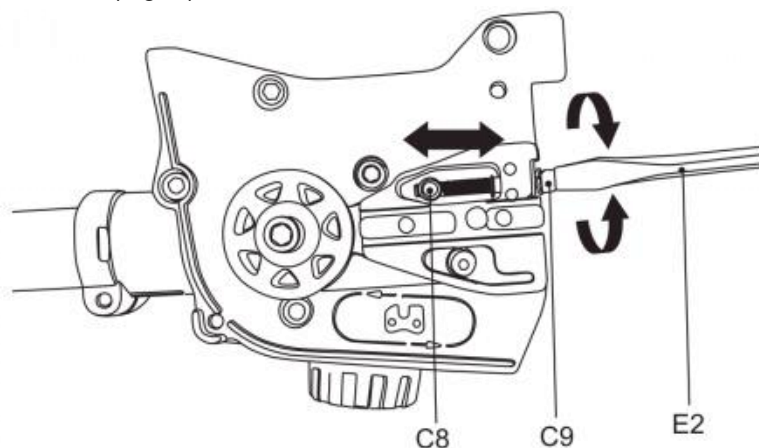

Fig. 9
5) Con la punta del destornillador de la multiherramienta (E2), gire el tornillo de tensión de la cadena (C9) en sentido antihorario; de esta forma, el pasador de tensión (C8) se desplazará hacia la izquierda. Si gira el tornillo de tensión de la cadena (C9) en sentido horario, el pasador de tensión (C8) se desplazará hacia la derecha. (Fig. 9)